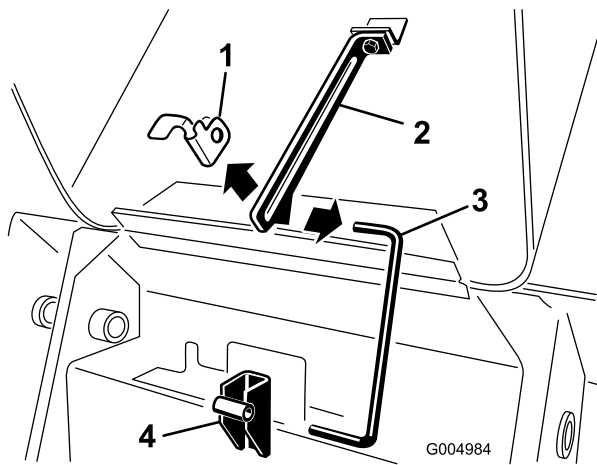

Figura 36
- Retire el pasador de horquilla del extremo inferior de la varilla de soporte del capó y retire la varilla de los soportes de retención y de la pestaña (Figura 36).
7. Instale la varilla en los soportes de retención y la pestaña, y fíjela con el pasador de horquilla (Figura 36).